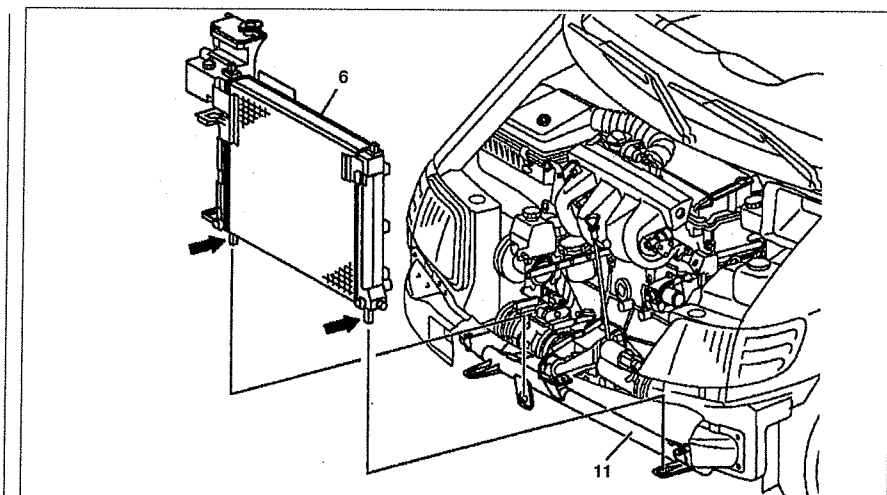

Рис. 2.101. Снятие радиатора: 6. Радиатор, 11. Фиксатор радиатора.
13. Установка производится в порядке, обратном снятию. Вставьте радиатор 6 пальцами (стрелки) в отверстия 11 (см.рис.2.101).